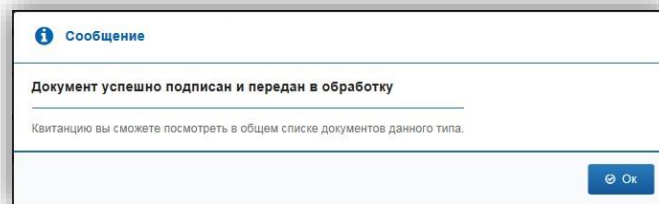

Рисунок 137 – Документ успешно подписан и передан в обработку
- В информационном сообщении нажмите кнопку «Ок», чтобы закрыть его (рис. 137).